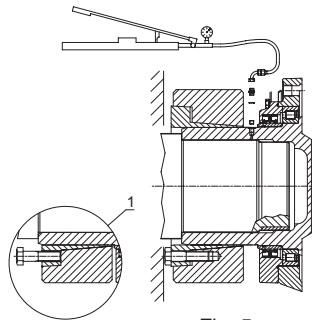
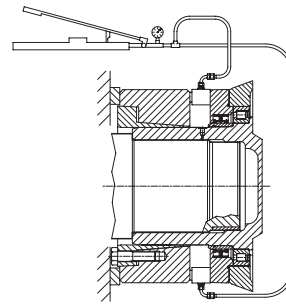

Fig. 5
Fig. 6
- 2) Nel caso gli anelli non si separassero spontaneamente dopo avere allentato le viti, trasferirne alcune nei fori di estrazione dell'anello interno (Fig.5 dettaglio 1) e avvitandole, separare quest'ultimo dall'anello esterno.
- 3) Fare scorrere il giunto assialmente come da fig.5 per permettere l'utilizzo del foro G 1/8" che consente l'immissione di olio in pressione (max. 1000 bar) al fine di facilitare lo smontaggio del riduttore dall'albero della macchina. Se con l'utilizzo del metodo descritto, il riduttore non si libera, in quanto l'accoppiamento dell'albero non assicura la tenuta della pressione, allora si può agire nel modo rappresentato nella fig. 6. Se lo spazio a disposizione lo permette, utilizzando appositi spintori idraulici, occorre fare reazione su n°2 borchie a 180° che si trovano sui coperchi porta tenute, senza superare i seguenti carichi assiali: